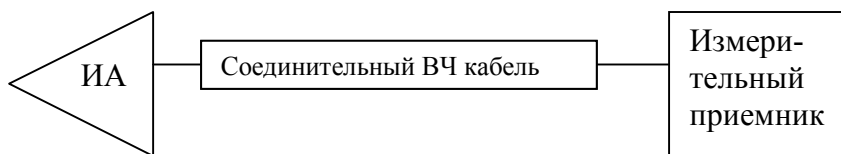

Рисунок 1- Схема соединения при использовании комплекта в ручном режиме
4.4.3 Полосы пропускания ΔF по уровню 3дБ :1 кГц; 1; 10 МГц с погрешностью не более ± 30 %. Полосы пропускания ΔF по уровню 6 дБ: 200 Гц; 9; 120 кГц с характеристикой избирательности в соответствии с ГОСТ Р 51319 (рисунок 1, рисунок А.3 и рисунок А.4 соответственно).